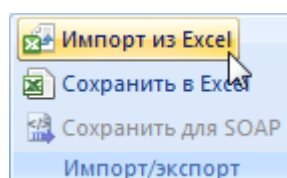

Рис. 9-102 – Кнопка «Импорт из Excel» панели «Импорт/экспорт»
- 2) Выбрать в рабочем окне справочника («Организации», «Оборудование и инструменты» и др.) раздел типа «Уровень классификации», в который необходимо добавить данные из файла, и нажать кнопку «Импорт из Excel» панели «Правка» (рис. 9-102).